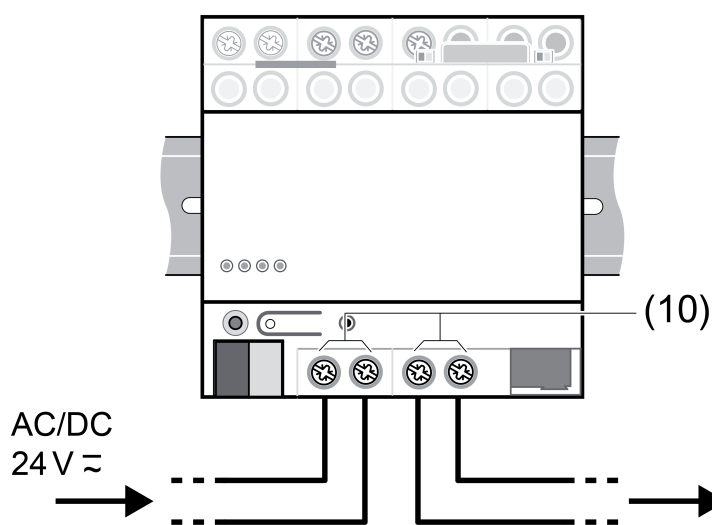

Figure 7: Réaliser le bouclage de la tension d'alimentation
Les deux paires de bornes (10) peuvent être utilisées pour le bouclage de la tension d'alimentation externe (figure 7).